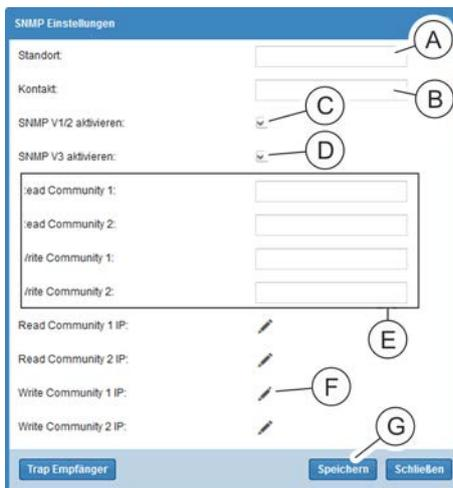

Abb. 230: Fenster "SNMP Einstellungen"
2. Im Fenster "SNMP Einstellungen" den Standort (Abb. 230/A) und Kontakt (Abb. 230/B) eingeben.
3. Bei Bedarf die Checkbox „SNMP V1/2 aktivieren“ anklicken (Abb. 230/C).
4. Bei Bedarf die Checkbox „SNMP V3 aktivieren“ (Abb. 230/D) anklicken.
5. Bei Bedarf eine SNMP-Read- oder SNMP-Write-Community eingeben (Abb. 230/E).
6. Bei Bedarf ein Bleistift-Symbol (Abb. 230/F) anklicken, um die SNMP-Access-Control zu konfigurieren.
10. ➤ Eingabe über die Schaltfläche „Speichern“ (Abb. 230/ⓔ) bestätigen.